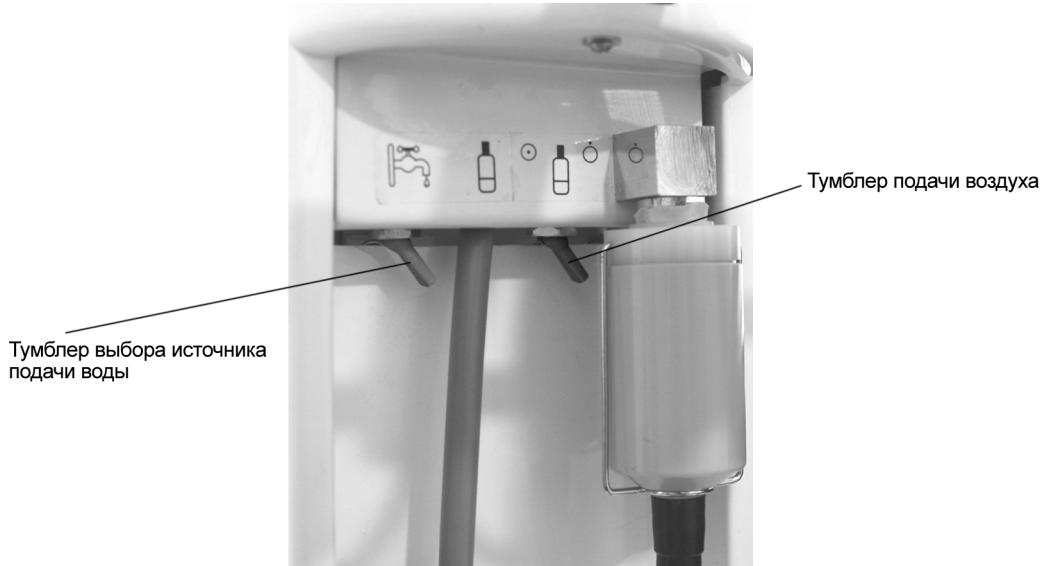

Рис. 9. Система автономной подачи воды
- Выключите тумблер подачи воздуха (см. рис. 9).